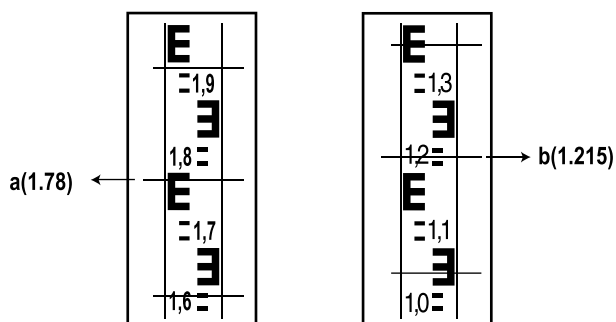

Рисунок 4
- Сфокусируйте нивелир на центр рейки B. Запишите значение высоты рейки в центре перекрестия (рис. 4).